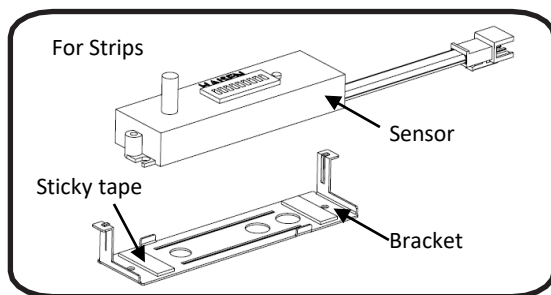
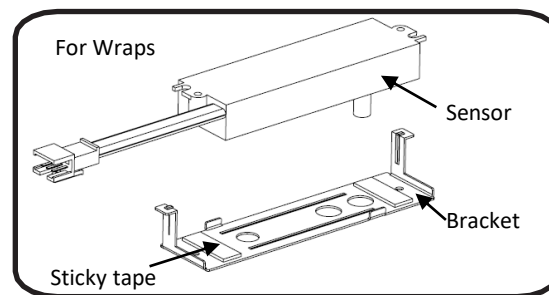

Fig 1
Fig 2
① Set the sensor DIP switch to the desired mode, then tear off the paper carriers of the sticky tape. Install the sensor to the spring bracket with the correct position. See below fig1 or fig2.
Réglez le commutateur DIP du capteur sur le mode souhaité, puis déchirez les supports en papier de la bande adhésive. Installez le capteur sur le support de ressort avec la position correcte. Voir ci-dessous fig1 ou fig2.